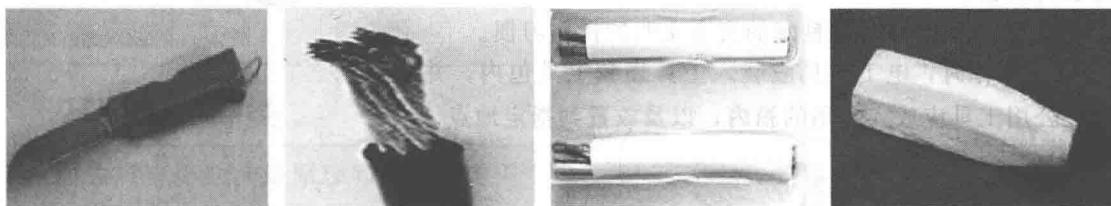

图 1-31 电工刀的练习
- ① 小螺钉旋具使用时，可用食指顶住末端，用大拇指和中指进行捻旋。
- ② 紧固或拆卸带电螺钉时，手不得触及旋具的金属杆，以免触电。
- ③ 可在螺钉旋具的金属杆上套绝缘套管做防护。
① 电缆线或芯线截面积 $\geq 4\text{mm}^2$ 的导线 如图 1-31 (b) 所示，要用电工刀去绝缘层。
② 塑料护套线绝缘层的剖削，如图 1-31 (c) 所示，确定所需长度，用刀尖对准护套线中间缝隙划开护套层，向后扳反护套层，齐根切去。
③ 用电工刀练习削制木楔。如图 1-31 (d) 所示。